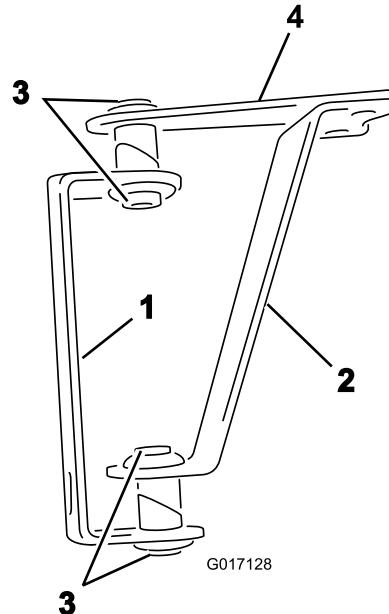
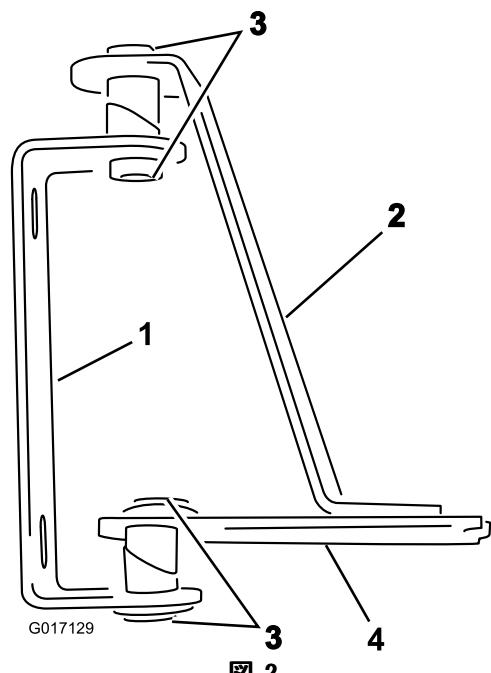

図 1
図 2
1. 蝶番とストラップを、図 1（カバー無しブーム用）または図 2（カバー付きブーム用）のように配置する。
2. ヒンジとストラップに溶接されているチューブに、図 1 または 図 2 のようにブッシュを差し込む。